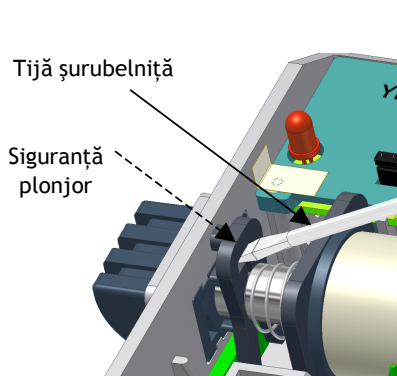

Fig. 4.1
Pe teren sunt cazuri în care este necesară rotirea cu 180° a plonjorului. Construcția yalei permite acest lucru foarte ușor, conform pașilor prezentați mai jos și studiind **Fig. 4.1**, **4.2** și **4.3**:
1. Se scoate cu o șurubelniță cu cap lat siguranța plonjor (din material plastic) - **Fig. 4.1**.